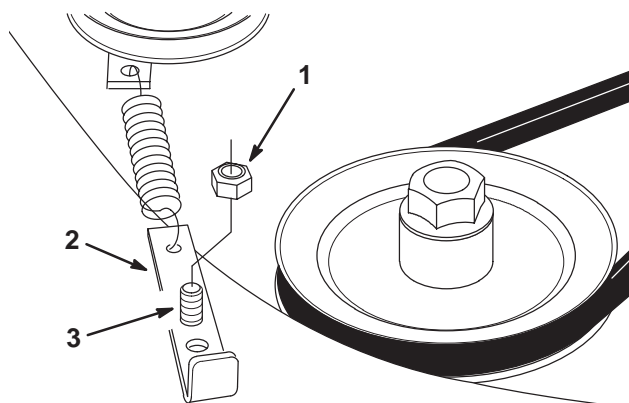

Figure 34
2. Soulevez l'ancrage du ressort et dégagez-le de la vis d'assemblage (Fig. 34).
3. Reposez l'ancrage sur la vis d'assemblage en utilisant le trou approprié pour augmenter la pression du ressort sur la poulie de tension du plateau (Fig. 34).
4. Remettez l'écrou sur la vis d'assemblage et serrez l'écrou (Fig. 34).